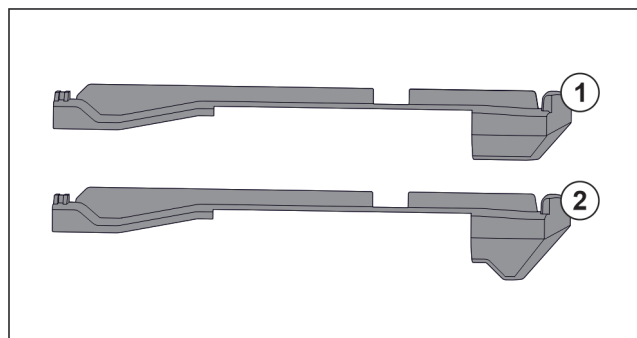

Fig. 46 Porovnání nasazovacích dílů
V přístroji se nacházejí dva různé nasazovací díly. Nasazovací díl nad nejspodnější zásuvkou Fig. 46 (2) má hranu trojúhelníkového tvaru. Všechny ostatní nasazovací díly Fig. 46 (1) mají rovnou hranu.
- ▶ Nasazovací díl Fig. 46 (2) s hranou trojúhelníkového tvaru připevněte nad nejspodnější zásuvkou.
- ▶ Nasazovací díl Fig. 46 (1) s rovnou hranou připevněte na všech ostatních místech.